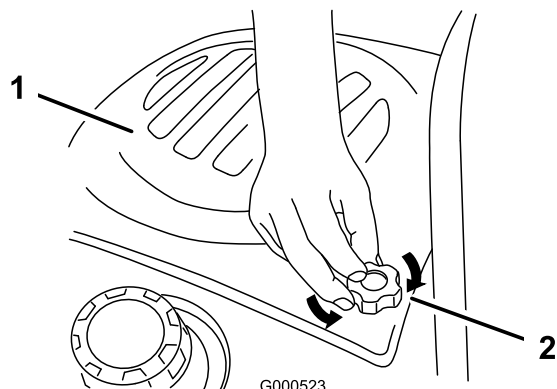

Figura 17
1. Per rimuovere il cofano, allentate le manopole, tirate indietro il cofano ed alzatelo (Figura 17).
3. Serrate le manopole nel cofano del motore (Figura 17).